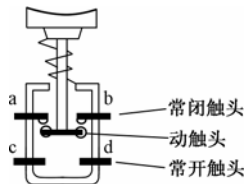

图 2 复合按钮结构
连续与点动混合控制线路二	<p>图 2 是另一种形式的连续与点动混合控制线路。</p> <p>图 2 连续与点动混合控制线路二</p>
<p>从图 2 可以看出,该电路是在带过载保护的自锁正转控制电路的中增加了一个复合按钮开关 SB₃。电路工作在点动方式还是连续方式,由复合按钮 SB₃ 来决定。</p> <p>(1) 未操作 SB₃ 时,电路工作在连续控制方式。工作过程分析如下:</p> <p>按下启动按钮 SB₁→接触器 KM 线圈得电→KM 主触点、常开辅助触点均闭合→电动机得电运转;松开按钮 SB₁→KM 线圈依靠 SB₃ 常闭触点和已闭合的 KM 常开辅助触点供电→KM 主触点仍保持闭合→电动机继续运转。</p> <p>(2) 按下 SB₃ 时,电路工作在点动控制方式。工作过程分析如下:</p> <p>按下按钮 SB₃→SB₃ 的常开触点闭合、常闭触点断开→接触器 KM 线圈得电→KM 主触点、常开辅助触点均闭合→电动机得电运转;松开按钮 SB₃→SB₃ 的常开触点断开、常闭触点闭合→接触器 KM 线圈因 SB₃ 的常开触点断开而失电→KM 主触点、常开辅助触点均断电→电动机停止运转。</p>
倒顺开关正、反转控制线路	<p>倒顺开关正、反转控制线路如图 2 所示。</p>  <p>图 2 倒顺开关正、反转控制线路</p> <p>在图 2 中，倒顺开关 QS 处于“停”挡，电动机无供电而停转。当 QS 旋至“顺”挡时，三个动触点与对应的左静触点接触，L₁、L₂、L₃ 三相电压分别送到电动机的 U、V、W 相线，电动机正转。当 QS 旋至“倒”挡时，三个动触点与对应的右静触点接触，L₁、L₂、L₃ 三相电压分别送到电动机的 W、V、U 相线，电动机 U、W 两相电压切换，电动机反转。</p> <p>利用倒顺开关组成的正、反向控制电路采用的元件少、线路简单，但由于倒顺开关直接接在主电路中，操作不安全，也不适合用做大容量的电动机控制，一般用在额定电流为 10A、额定功率为 3kW 以下的小容量电动机控制线路中。</p>
<p>复合按钮结构如图 2 所示,在按下复合按钮时,正常应是常闭触点先断开,然后才是常开触点闭合,在松开复合按钮,正常应是常开触点先断开,然后才是常闭触点闭合。如果复合按钮出现问题,按下按钮时常闭触点未能及时断开(如常闭触点与动触点产生粘连),而常开触点又闭合,这样两个触点都处于接通状态,会导致两个接触器的线圈都会得电,如图 9-13 所示的反转按钮 SB_2 出现故障,在电动机正转时按下 SB_2, SB_2 常闭触点未能及时断开,而常开触点已闭合,这样 KM_1 线圈、KM_2 都会得电, KM_1、KM_2 的主触点均闭合,就会出现两相电源直接短路。</p>
<p>在使用时，行程开关通常安装在运动部件需要停止的位置，如图 2 所示，当运动部件行进到行程开关处时，挡铁会碰压行程开关，行程开关内的常闭触点断开、常开触点闭合，由于行程开关的两个触点接在控制线路上，它控制电动机停转，运动部件也就停止。如果需要运动部件反向运动，可操作控制线路中的反转按钮，当运动部件反向运动到另一个行程开关处时，会碰压该处的行程开关，行程开关通过控制线路让电动机停转，运动部件也就停止。</p> <div data-bbox="434 384 874 569"></div> <p>图 2 行程开关安装位置示意图</p> <p>行程开关可分为自动复位和非自动复位两种。按钮式和单轮旋转式行程开关可以自动复位，当挡铁移开时，依靠内部的弹簧使触点自动复位；双轮旋转式行程开关不能自动复位，当挡铁从一个方向碰压其中一个滚轮时，内部触点动作，挡铁移开后内部触点不能复位，当挡铁反向运动（返回）时，碰压另一个滚轮，触点才能复位</p>
线路说明	<p>自动往返控制线路采用了 $SQ_1 \sim SQ_4$ 四个行程开关，四个行程开关的安装位置如图 2 所示。SQ_2、SQ_1 分别用来控制电动机正、反转，当运动部件运行到 SQ_2 处时，电动机由反转转为正转，运行到 SQ_1 处时则由正转转为反转；SQ_3、SQ_4 用做终端保护，它们只用到了常闭触点，当 SQ_1、SQ_2 失效时它们可以让电动机停转进行保护，防止运动部件行程超出范围而发生安全事故。</p>
<div></div> <p>图 2 自动往返控制线路 4 个行程开关的安装位置</p> <p>电路工作原理分析如下：</p> <p>(1) 闭合电源开关 QS。</p> <p>(2) 往返运行控制。</p> <p>①运转控制。若启动时运动部件处于反向位置，按下正转按钮 SB₁→KM₁ 线圈得电→KM₁ 主触点闭合、KM₁ 常开辅助触点闭合、KM₁ 常闭辅助触点断开→KM₁ 主触点闭合，电动机得电正转，驱动运动部件正向运动；KM₁ 常开辅助触点闭合，让 KM₁ 线圈在 SB₁ 断开时继续得电（自锁）；KM₁ 常闭辅助触点断开，使 KM₂ 线圈无法得电，实现 KM₁、KM₂ 之间的连锁。</p> <p>②方向转换控制。电动机正转带动运动部件运动并碰触行程开关 SQ₁→SQ₁ 常闭触点 SQ₁₋₁ 断开、常开触点 SQ₁₋₂ 闭合→KM₁ 线圈失电→KM₁ 主触点断开、KM₁ 常开辅助触点断开、KM₁ 常闭辅助触点闭合→KM₁ 主触点断开使电动机失电，KM₁ 常开辅助触点断开，撤销自锁，闭合的 KM₁ 常闭辅助触点与闭合的 SQ₁₋₂ 为 KM₂ 线圈供电→KM₂ 主触点闭合、KM₂ 常开辅助触点闭合、KM₂ 常闭辅助触点断开→KM₂ 主触点闭合，电动机得电反转，驱动运动部件反向运动；KM₂ 常开辅助触点闭合，让 KM₂ 线圈在 SB₂ 断开时继续得电（自锁）；KM₂ 常闭辅助触点断开，使 KM₁ 线圈无法得电，实现 KM₂、KM₁ 之间的连锁。</p> <p>③终端保护控制。若行程开关 SQ₁ 失效→运动部件碰触 SQ₁ 时，常闭触点 SQ₁₋₁ 仍闭合、常开触点 SQ₁₋₂ 仍断开→电动机继续正转，带动运动部件碰触行程开关 SQ₃→SQ₃ 常闭触点断开→KM₁ 线圈供电切断→KM₁ 主触点断开→电动机停转→运动部件停止运动。</p> <p>若启动时运动部件处于正向位置，应按下反转按钮 SB₂，其工作原理与运动部件处于反向位置时按下正转按钮 SB₁ 相同，这里不再叙述。</p> <p>(3) 停止控制。若需要停止运动部件的往返运行，可按下停止按钮 SB₃→KM₁、KM₂ 线圈供电均被切断→KM₁、KM₂ 主触点均断开→电动机失电停转→运动部件停止运行。</p> <p>(4) 断开电源开关 QS。</p>
顺序控制线路二	<p>图 2 是另一种常用的顺序控制线路，从图中可以看出，该电路同样采用了 KM_1、KM_2 两个接触器，但 KM_1、KM_2 的主触点属于并接关系，为了让电动机 M_1、M_2 能按先后顺序启动，要求两个接触器的主触点先后闭合。</p> <p>电路工作原理分析如下：</p> <p>①闭合电源开关 QS。</p> <p>②电动机 M_1 的启动控制。按下电动机 M_1 启动按钮 SB_1→KM_1 线圈得电→KM_1 主触点闭合、KM_1 常开辅助触点闭合→ KM_1 主触点闭合，电动机 M_1 得电运转；KM_1 常开辅助触点闭合，让 KM_1 线圈在 SB_1 断开时继续得电（自锁）。</p> <p>③电动机 M_2 的启动控制。按下电动机 M_2 启动按钮→KM_2 线圈得电→KM_2 主触点闭合、KM_2 常开辅助触点闭合→KM_2 主触点闭合，电动机 M_2 得电运转；KM_2 常开辅助触点闭合，让 KM_2 线圈在 SB_2 断开时继续得电。</p>
<div></div> <p>图 2 另一种常用的顺序控制线路</p> <p>④停转控制。按下停转按钮 $SB_3 \rightarrow KM_1、KM_2$ 线圈均失电 $\rightarrow KM_1、KM_2$ 主触点均断开 \rightarrow 电动机 $M_1、M_2$ 均失电停转。</p> <p>⑤断开电源开关 QS。</p> <p>在图 2 电路中，若先按下电动机 M_2 启动按钮，由于 SB_1 和 KM_1 常开辅助触点都是断开的，KM_2 线圈无法得电，KM_2 主触点无法闭合，故电动机 M_2 无法在电动机 M_1 前启动。</p>
按钮和接触器切换电阻控制线路	<div><p>按钮和接触器切换电阻控制线路如图 2 所示。</p></div> <p>图 2 按钮和接触器切换电阻控制线路</p> <p>电路工作原理分析如下：</p> <p>①闭合电源开关 QS。</p> <p>②降压启动。按下按钮 $SB_1 \rightarrow KM_1$ 线圈得电 $\rightarrow KM_1$ 主触点闭合、KM_1 常开辅助触点闭合 $\rightarrow KM_1$ 主触点闭合，电源经电阻 R 降压为电动机供电，电动机被降压启动；KM_1 常开辅助触点闭合，让 KM_1 线圈在 SB_1 断开时继续得电（自锁）。</p> <p>③全压供电。按下按钮 $SB_2 \rightarrow KM_2$ 线圈得电 $\rightarrow KM_2$ 主触点闭合、KM_2 常开辅助触点闭合 $\rightarrow KM_2$ 主触点闭合，电源直接经 KM_2 主触点为电动机提供全压，电动机全压运行；KM_2 常开辅助触点闭合，让 KM_2 线圈在 SB_2 断开时继续得电（自锁）。</p> <p>④停止控制。按下按钮 $SB_3 \rightarrow KM_1$ 线圈、KM_2 均失电 $\rightarrow KM_1$、KM_2 主触点均断开 \rightarrow 电动机供电被切断而停转。</p> <p>⑤断开电源开关 QS。</p>